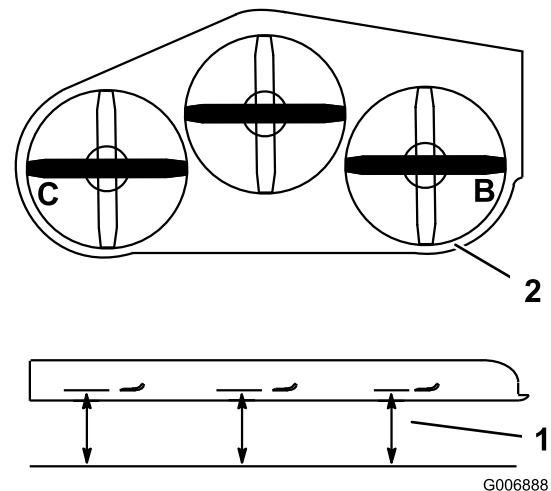

Figure 88
4. Mesurez la distance aux points **B** et **C** entre une surface plane et le bord coupant des pointes des lames (Figure 88).